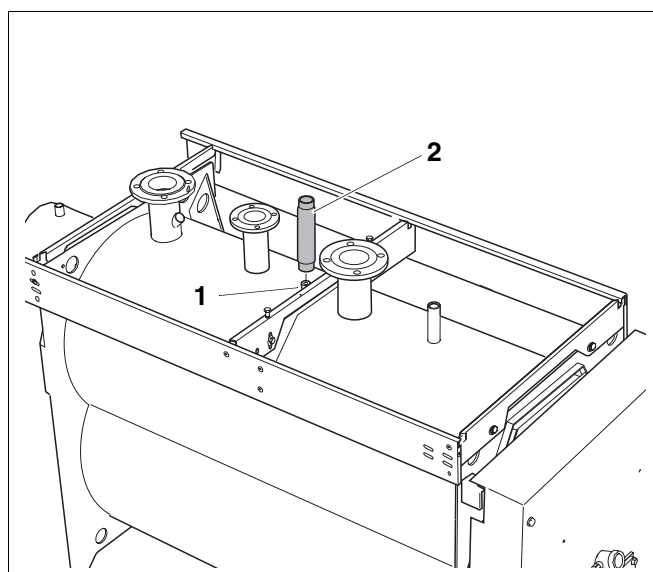

Fig. 19 Montage du dispositif de sécurité contre le manque d'eau
- Etanchéifier le tuyau du dispositif de sécurité contre le manque d'eau (fig. 19, **pos. 2**) dans le raccord de 2" (fig. 19, **pos. 1**) sur la chaudière.
- Monter le dispositif de sécurité contre le manque d'eau (accessoire) dans le tuyau correspondant (fig. 19, **pos. 2**).